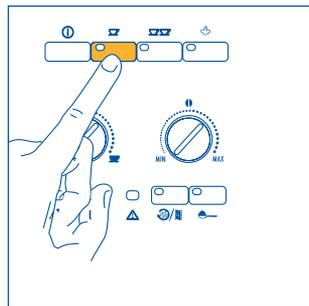
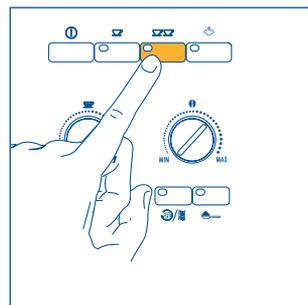
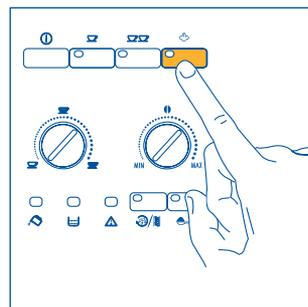
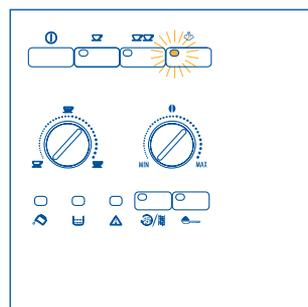

Fig. 12
Fig. 13
Fig.21
Fig.22
- 5) Appuyez sur la touche  (fig. 12) si vous désirez faire un café ou sur la touche   (fig. 13) si vous désirez faire 2 cafés. *La machine va maintenant moulinde les grains et exécuter une brève pré-infusion avant de compléter la sortie de café dans la tasse.*
NOTA 4: pendant que la machine fait le café, vous pouvez interrompre la sortie à tout moment en appuyant sur la touche ☺ (fig. 12) ou ☺☺ (fig. 13) précédemment sélectionnée.
NOTA 5 : dès que le café a fini de couler, si vous souhaitez augmenter la quantité, il suffit de maintenir la pression sur la touche ☺ (fig. 12) ou ☺☺ (fig. 13) précédemment sélectionnée jusqu'à obtenir la quantité désirée (cette opération doit être exécutée dans les 3 secondes après que le café a fini de sortir).
- Appuyez sur la touche vapeur (fig. 21). Le voyant ☁ (fig. 22) commence à clignoter pour indiquer que la machine est en préchauffage.
- Une fois la température désirée atteinte, arrêtez la sortie de vapeur en tournant complètement la manette dans le sens des aiguilles d'une montre (fig. 6) et appuyez sur la touche vapeur (fig. 21) pour désactiver la fonction vapeur.
NOTA 1 : si, juste après avoir préparé le cappuccino et désactivé la fonction vapeur en appuyant sur la touche vapeur ☁ (fig. 21), vous appuyez sur la touche ☺ (fig. 12) ou ☺☺ (fig. 13) pour demander encore du café, la machine aura une température trop élevée pour faire du café (les voyants verts ☺ et ☺☺ clignotent pour indiquer que la température n'est pas bonne). Il faudra attendre une dizaine de minutes que la machine refroidisse un peu.